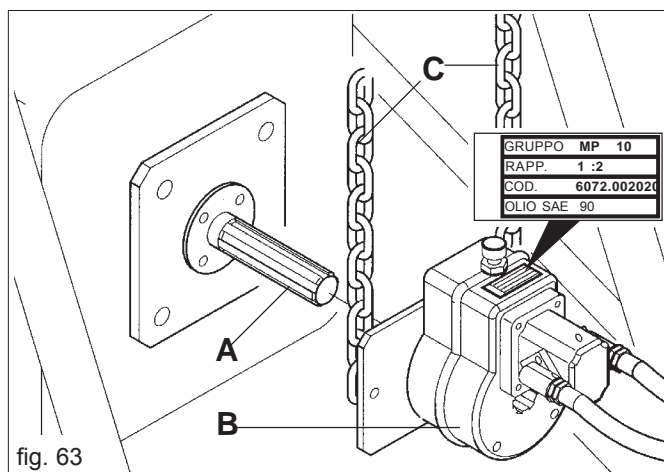
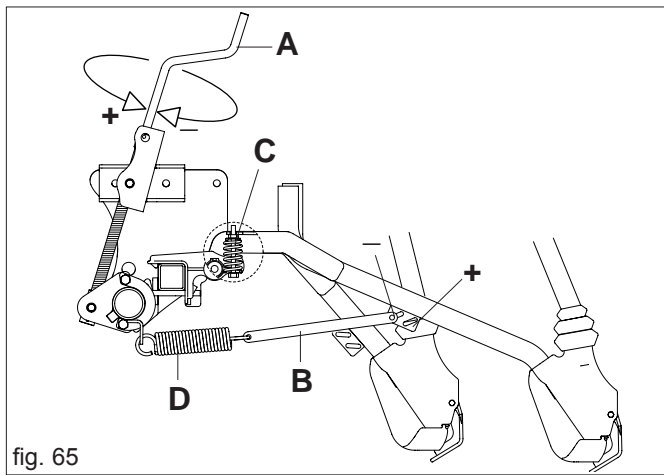

fig. 63
fig. 65
Bei abgeschaltetem Motor und stabil gebremstem Schlepper alle Schnellkupplungen einstecken. Die Zapfwelle des Schleppers (A Abb. 63) säubern und mit Fett schmieren. Das Getriebe (B) wie in Abb. 61 gezeigt auf die Zapfwelle des Anbaugeräts aufstecken.
Den festen Sitz des Getriebes überprüfen, dann ein Mitdrehen des Getriebes durch Anhängen der beiliegenden Haltekette (C Abb. 63) verhindern. **Den Ölstand des Getriebes kontrollieren, bei Bedarf Getriebeöl (ESSO SAE W80-90) nachfüllen.**
On request, the planting unit can be equipped with hydraulic regulation of the pressure of the furrow openers (Fig. 65). This device is fitted in place of the manual adjuster screws (Fig. 63) and connected through the special hydraulic tubes to the tractor distributor (double effect). The device is operated by moving the lever of the tractor distributor. A pointer on the adjustment scale (A Fig. 65) allows a purely progressive reference to the pressure value of the furrow opener units: